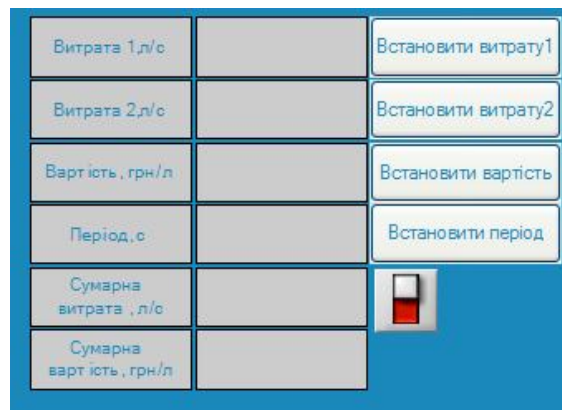

Рис.4.6. Розміщення перемикача.
5. Створимо вимикач. Для цього створіть ще один канал – Канал\_НЕХ16. Встановіть період перерахунку рівним 1 секунді. Для створення вимикача необхідно клацнути ЛКМ по іконці вимикача -  на панелі ГЕ. Потім клацніть ЛКМ там, де хочете помістити вимикач, рис.4.6.